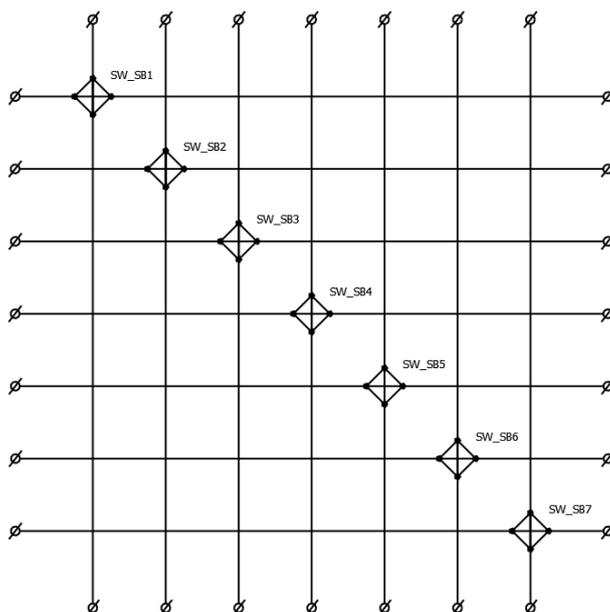

Рисунок 8. Структурная схема блока переключений
Блок переключений (SB) состоит из 7-ми сложных ключей. Структурная схема блока SB изображена на рисунке ниже (Рисунок 8).